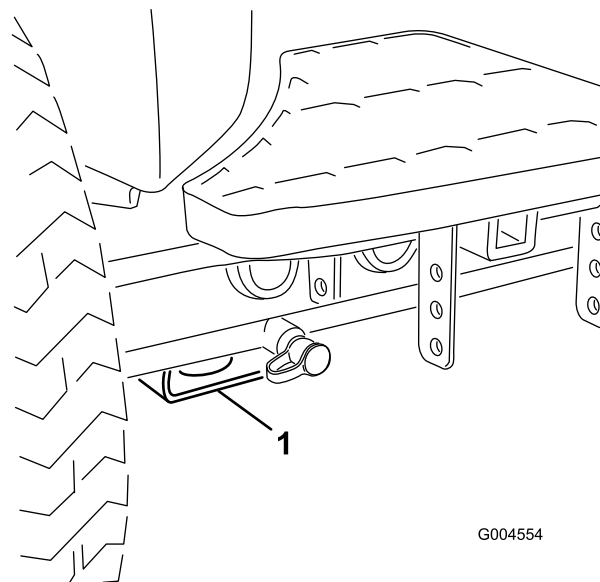

Figura 37
- Dianteira – pastilha rectangular, por baixo do tubo do eixo, dentro de cada pneu dianteiro (Figura 37).